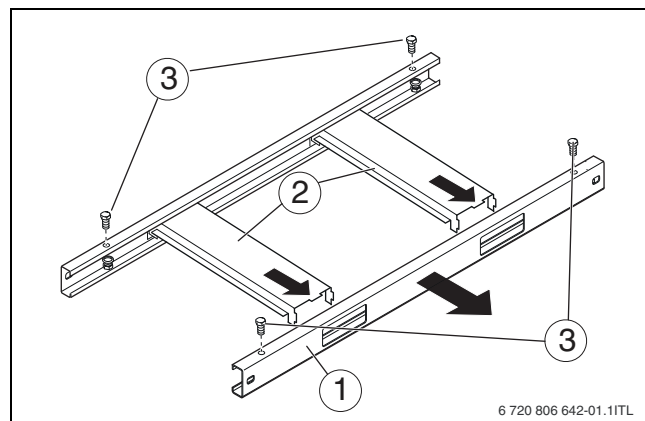

Рис. 11 Демонтаж опорной рамы
Для уменьшения габаритной высоты можно демонтировать рельсы опорной рамы (→ рис. 11, [1]) с поперечными балками.
- ▶ Демонтируйте раму согласно рис. 11.